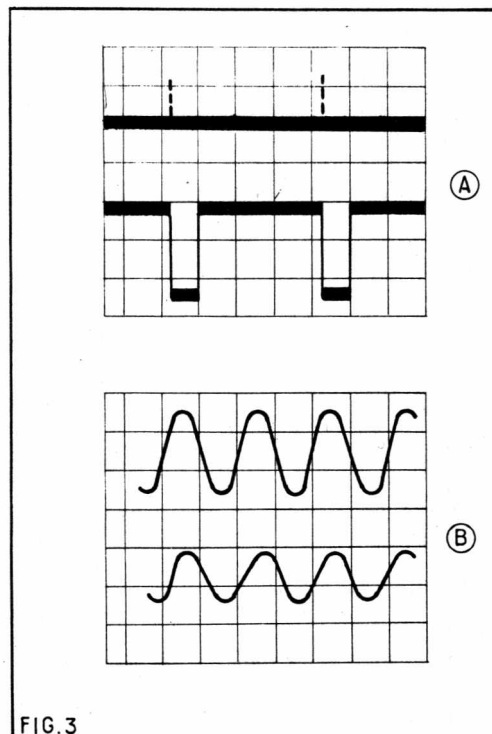

FIG. 3
A la figure 3 (A) les deux signaux sont : celui supérieur provient d'un trigger fournissant des impulsions tandis que le signal inférieur provient d'un multivibrateur monostable.
A la figure 3 (B) on montre deux oscillogrammes, celui supérieur est un signal sinusoïdal modulant et celui inférieur, le signal démodulé correspondant.